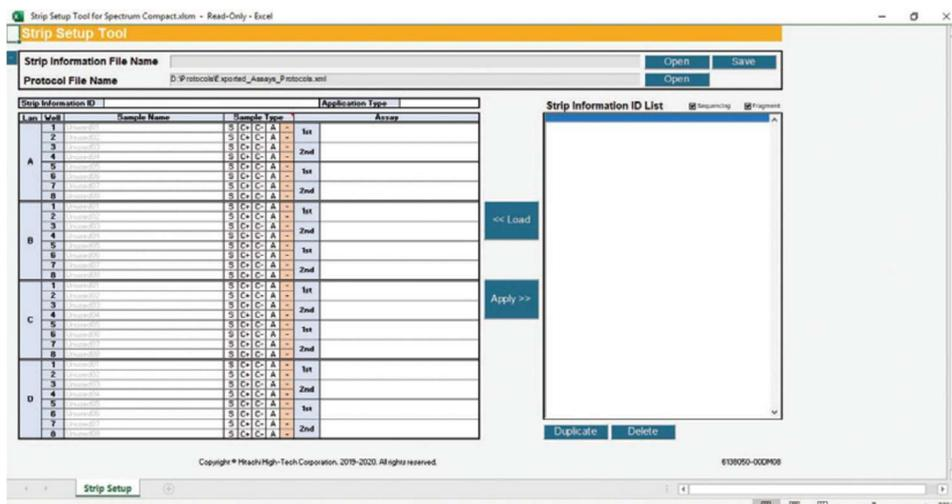
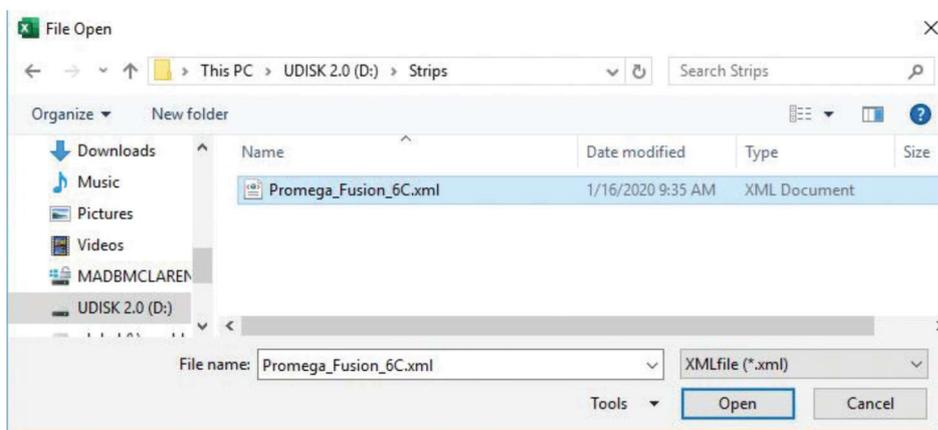
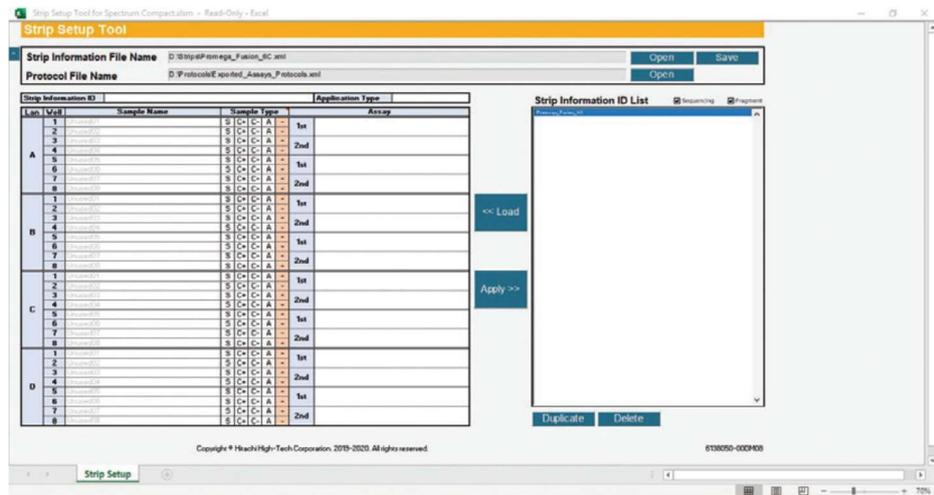

図 249 Protocol File Name に Protocol.xml ファイルが表示された Strip Setup Tool for Spectrum Compact 画面
図 250 ブラウジングウィンドウ
図 251 Strip Information File Name に Strip .xml ファイルが表示された Strip Setup Tool for Spectrum Compact 画面
- Strip Setup Tool for Spectrum Compact で protocol.xml のファイルを開いた後、Strip Information File Name ボックス (図 249) の右側にある **Open** を選択します。ブラウジングのウィンドウが表示されますので、作成した strips.xml ファイルの場所を指定し、**Open** を選択します。(図 250) Strip information file read complete というウィンドウが表示されますので、**OK** を選択し、このウィンドウを閉じます。strip.xml のファイル名が、Strip Setup Tool の上部にある Strip Information File Name ボックス内に表示されます。(図 251)
- 画面右側の Strip Information ID List の希望する Strip を選び、**Load** を選択します。(図 251)